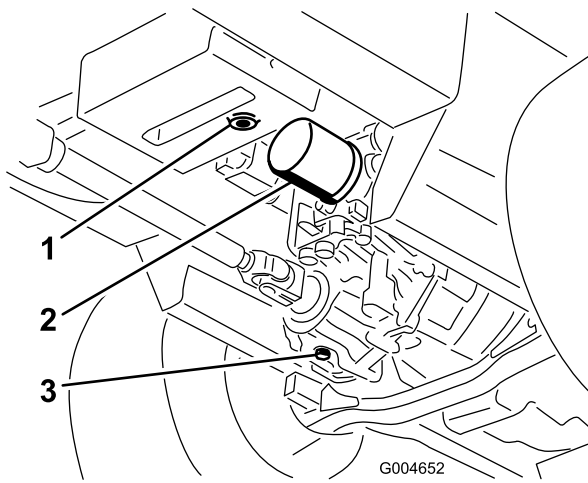

Bild 67
4. Reinigen Sie den Bereich um den Hydraulikölfilter und nehmen Sie den Filter ab (Bild 67).